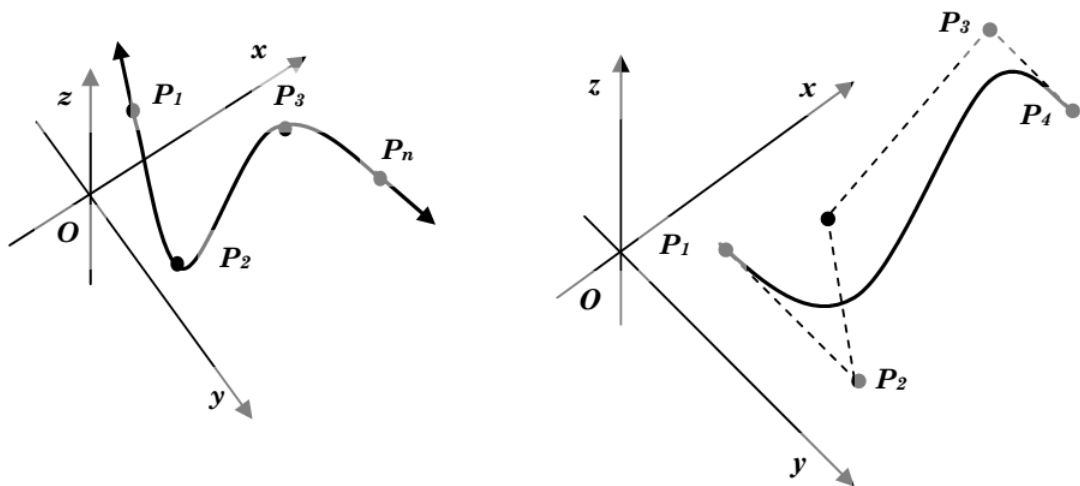

Figura. 7. a) Curbă spline cubică; b) curbă Bézier
A.3. **Elipsa** poate fi construită dacă se cunosc: (1) centrul și lungimea semiaxelor, (2) patru puncte, (3) două diametre conjugate (Figura 7). **Parabolele** pot fi definite dacă sunt cunoscute: (1) coordonatele vârfului și ale focarului, (2) trei puncte (Figura 7).